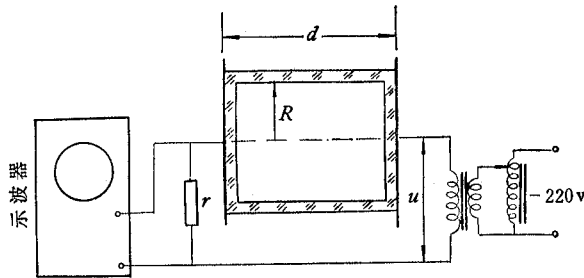

图1 观测低频外电极放电的实验装置图
2. 低频外电极放电现象的实验观测 低频外电极放电现象的观测是比较方便的. 实验装置如图1所示. 在长为4.5cm、半径为2.5cm的圆柱形密闭玻璃容器内充以一定气压的某种气体; 然后把它放在一对平行板电极之间; 一个电极通过电阻 r 与50Hz可调交流高压电源相联; 并用示波器观测电阻 r 上的波形. 实验中观测到, 随着极间电场的增强, 将先后出现一系列脉冲. 图2给出了氩在不同气压、不同极间电场强度下的外电极放电脉冲, 图2(e)是一系列脉冲中的一个脉冲, 在提高了扫描速度后呈现的波形. 该波形是容器内的气体在外电场作用下放电的电流波形. 通过实验了解到这种放电具有以下特性: